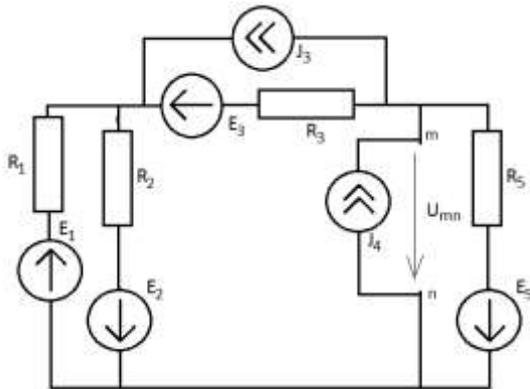

Рис. 158
1.5.1. Удаляем из схемы ветвь с искомым током (см. рис.158)